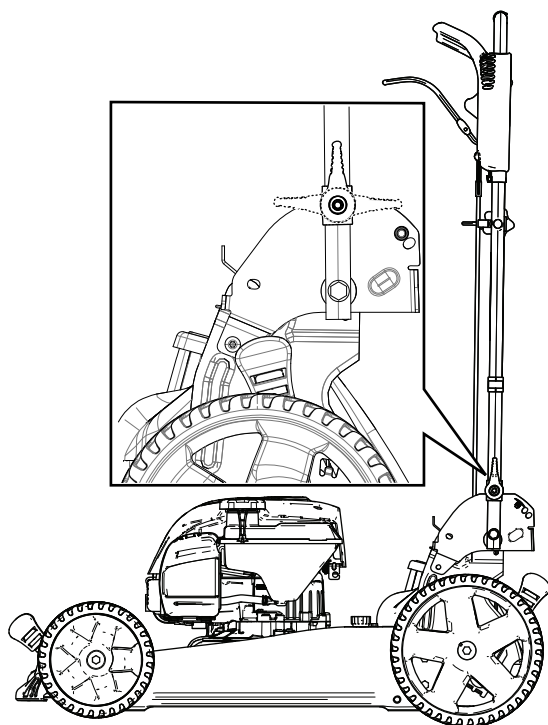

Figure 23
2. Pliez le guidon vers l'avant à la position verticale ou complètement en avant, comme montré à la Figure 23.